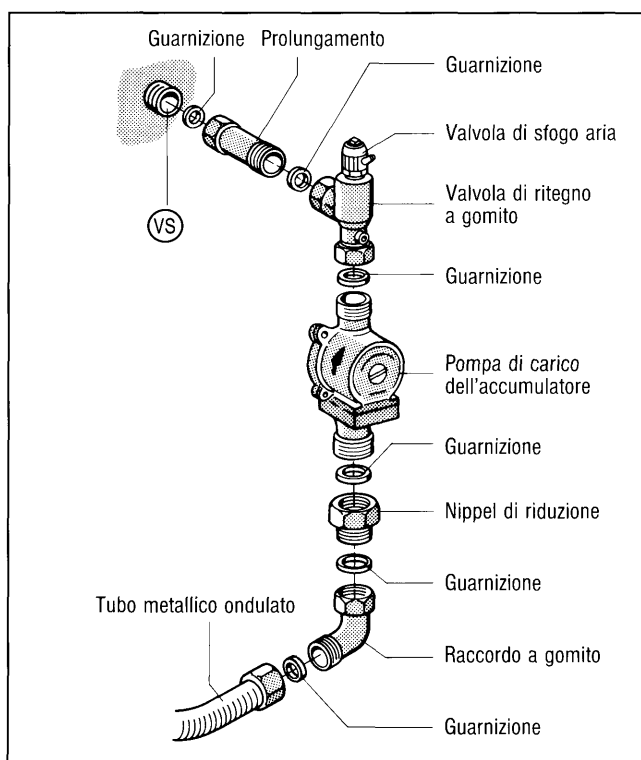

Fig. 4
Attenzione alla guarnizione ed alla direzione del flusso (Freccia – Fig. 4).
- Avvitare il nippel di riduzione con la guarnizione alla pompa di carico dell'accumulatore (Fig. 4).